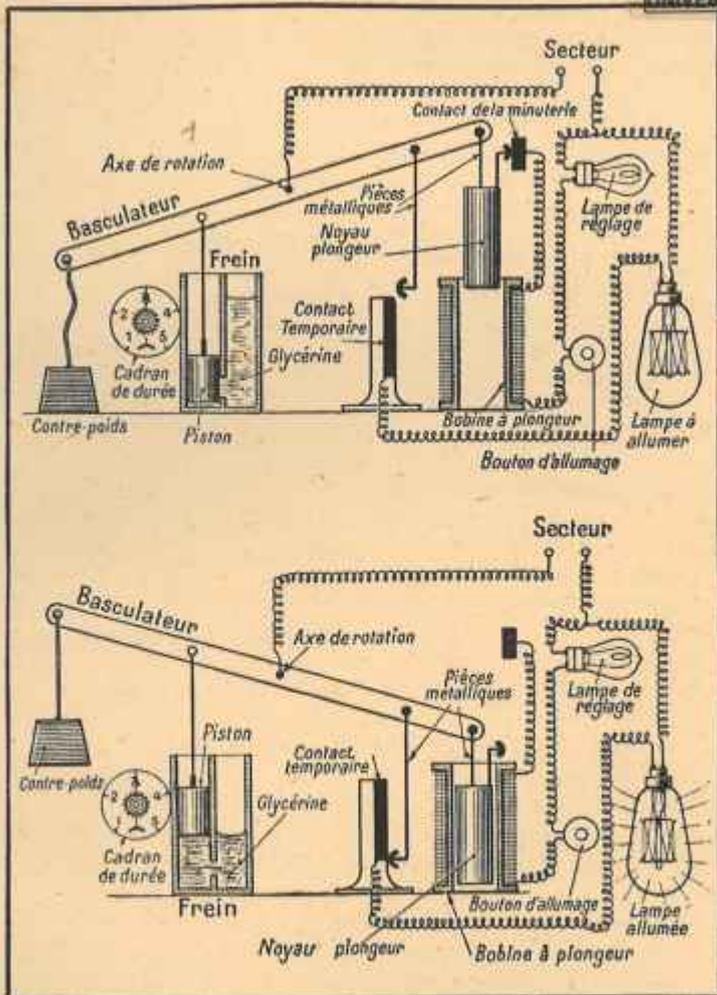

FIG. 73. — Principe de la minuterie d'escalier.
Il existe plusieurs types de minuteries. Notre figure 73 fera comprendre le principe de l'une d'entre elles : il s'agit de réaliser un contact temporaire (2) en provoquant le basculement d'une tige métallique (dite « basculateur ») ; un noyau de fer est happé par une bobine d'axe vertical, lorsqu'on y envoie le courant (continu ou alternatif) du secteur (3) ; pour cela, on appuie sur le bouton d'allumage (4). Dès que l'appareil a basculé, le contrepois
(1) Celui qui ne peut provoquer de court-circuit dans les commutateurs.
(2) Le plus souvent, on emploie des contacts à mercure (les figures indiquent un « contact glissant » pour ne pas surcharger le dessin, déjà compliqué).
(3) Nous avons fait comprendre (§ 6) la raison de cette attraction.
(4) La « lampe de réglage » sert de rhéostat (§ 77) ; ce qui est indiqué comme « contact de la minuterie » est destiné à empêcher le fonctionnement de l'appareil tant qu'il n'est pas revenu à sa position de repos.